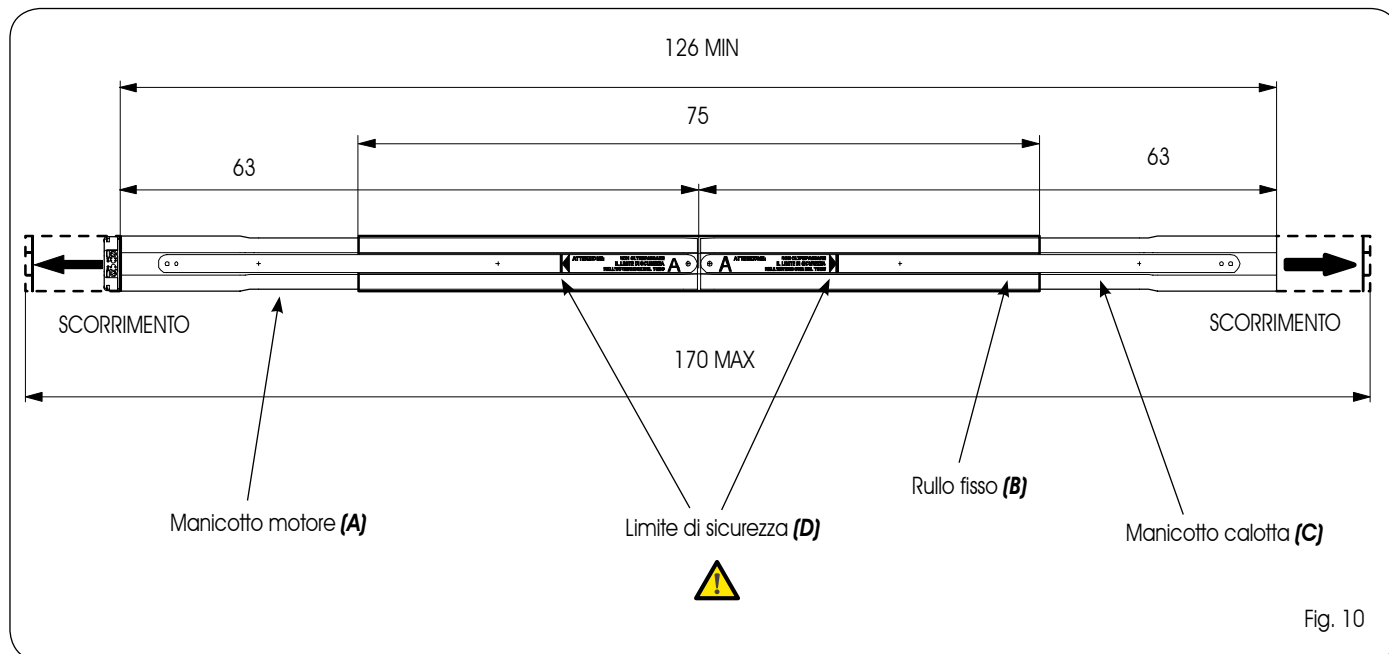

Fig. 10
Per ottenere il valore minimo occorre inserire completamente i 2 manicotti (Fig.10 rif. A-C) all'interno del rullo fisso (fig. 10 rif.B). (Lunghezza rullo 126cm)
Per ottenere il valore massimo occorre sfilare i 2 manicotti (Fig.10 rif. A-C) dal rullo, fino al limite di sicurezza segnalato sulla piaattina (Fig.10 rif.D). (Lunghezza rullo 170cm)
**⚠ QUANDO SI FANNO SCORRERE I MANICOTTI VERSO LE ESTREMITA' ESTERNE DEL RULLO FISSO, NON OLTREPASSARE MAI I LIMITI DI SICUREZZA (Fig.10 rif.D)**
### 4.2 ASSEMBLAGGI DESCRITTI NEI CAPITOLI 3.3 (Fig. 10)